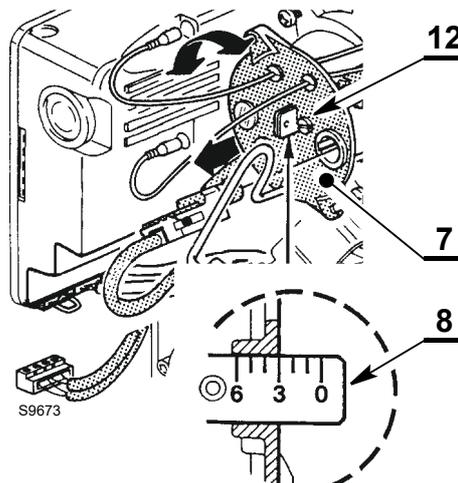

Abb. 9
- die Stellschraube 12) (Abb. 9) so weit im oder gegen den Uhrzeigersinn drehen, bis die am Stellbügel markierte Kerbe 8) (Abb. 9) mit der Außenfläche des Düsenstocks 7) (Abb. 9) übereinstimmt.
- Im Beispiel ist der Brennkopf auf einem Durchsatz von 0,85 GPH bei 15 bar eingestellt. Der Stellbügel 8) (Abb. 9) ist auf Kerbe 3 eingestellt, die mit der Außenfläche des Düsenstocks 7) (Abb. 9) übereinstimmt, wie in der Tab. G Seite 21 angegeben.